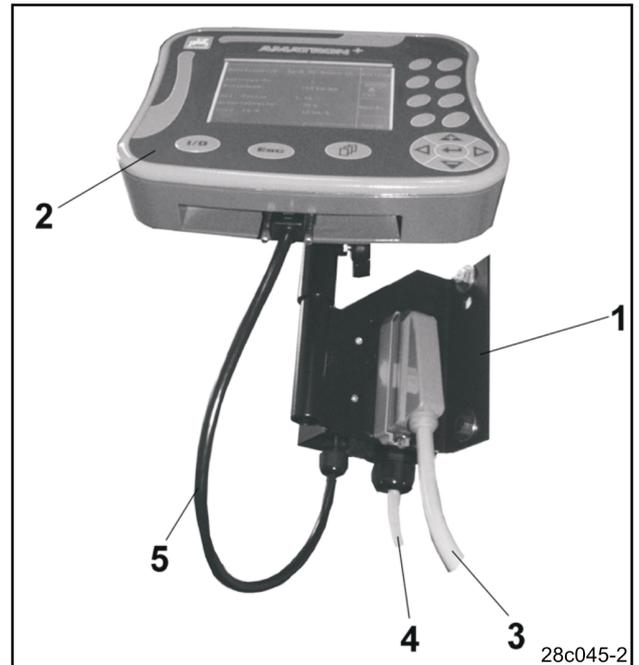
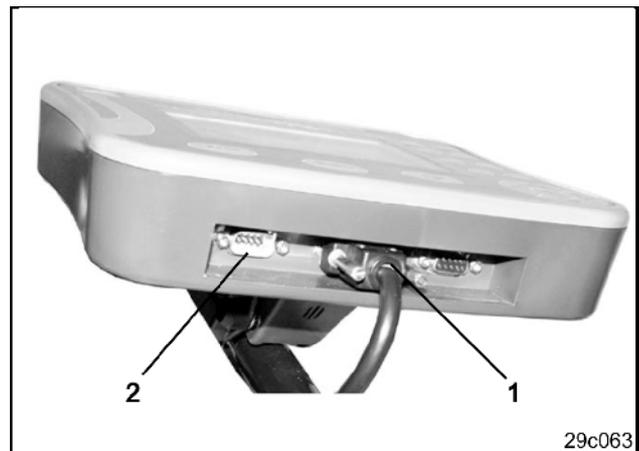

Fig. 3
Fig. 4
Das Terminal (Fig. 3/2) ist ein Universalgerät und kann an allen AMAZONE-Maschinen mit **AMATRON⁺** Jobrechner angeschlossen werden.
Das Terminal (Fig. 3/2) bzw. die Konsole (Fig. 3/1) wie folgt anschließen:
- die Sämaschine über den Maschinenstecker (Fig. 3/3) anschließen
- Das Batterieanschlusskabel (Fig. 3/4) an die Schlepperbatterie anschließen. Hinweise zur Stromversorgung, siehe Kap. 3.3
- Verbindungskabel (Fig. 3/5) am Terminal (Fig. 3/2) anschließen.
- Den Stecker des Verbindungskabels (Fig. 3/5) in die mittlere 9-polige Sub-D-Buchse (Fig. 4/1) einstecken
- Die serielle Schnittstelle (Fig. 4/2) ermöglicht die Anbindung eines GPS-Terminals.